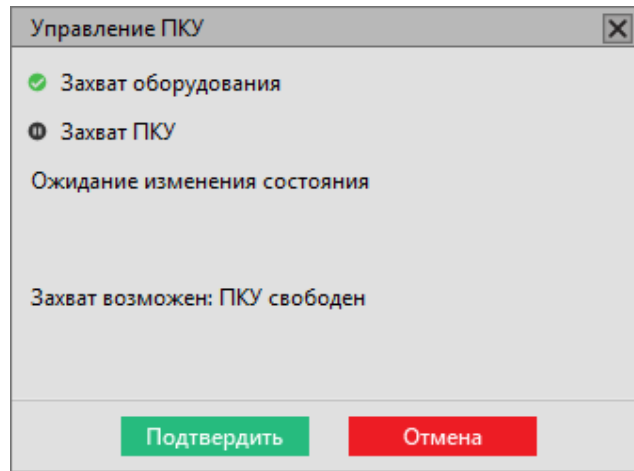

Рисунок 183 - Управление ПКУ
2. Подтвердите свои действия в диалоговом окне (Рисунок 183).